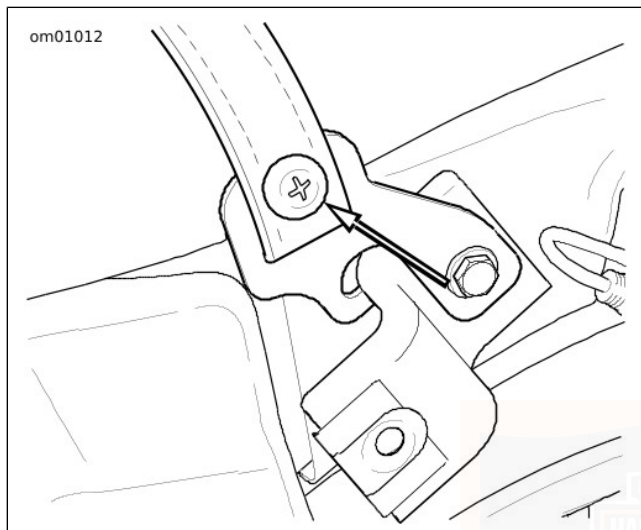

Figure 77. Vis de support de sangle de selle (typique)
3. Voir Figure 77. Retirer la fixation du support de sangle de siège.
7. Voir Figure 77. Installer l'extrémité de la sangle de siège dans la fente du support. Monter la pièce de fixation du support de sangle de siège. Serrer à un couple de 5,4–8,1 N·m (48–72 **in-lbs**).